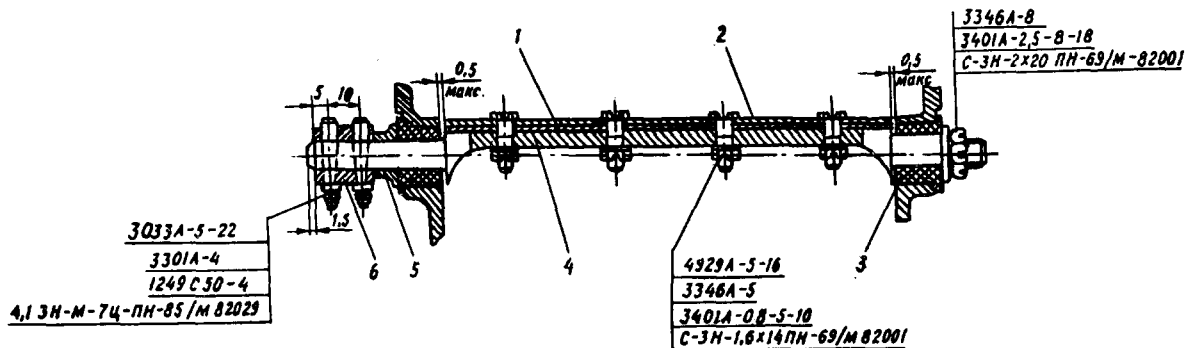

Рис. 1.2.1. Установка заслонки подогрева во всасывающем патрубке карбюратора:
1.3. Снимите поводок Ш6803-50 с оси заслонки подогрева (рис. 1.2.1):